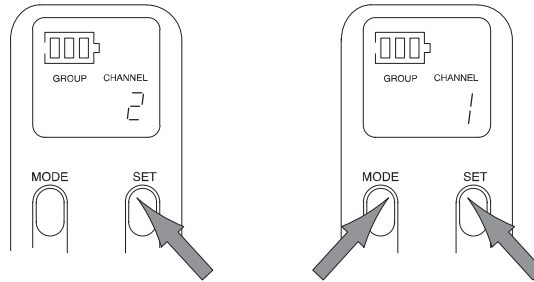

FIGURA 28
5. Para invertir la dirección del número del Grupo o Canal, mantenga oprimido el botón SET y oprima el botón MODE, tal como se ilustra en la Figura 28.